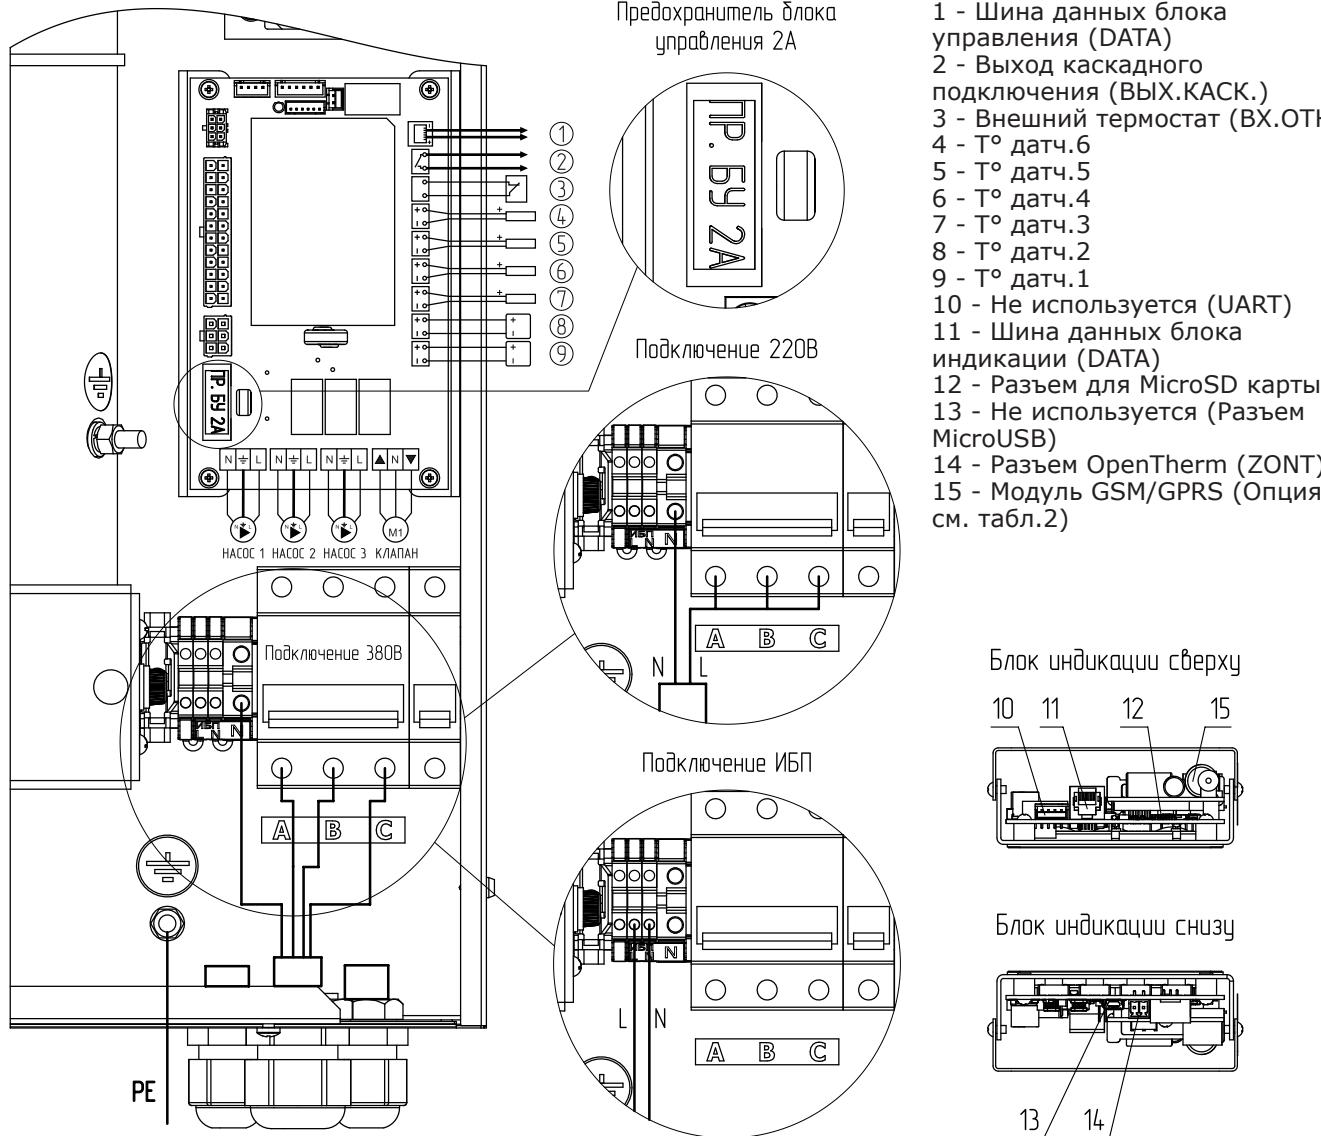
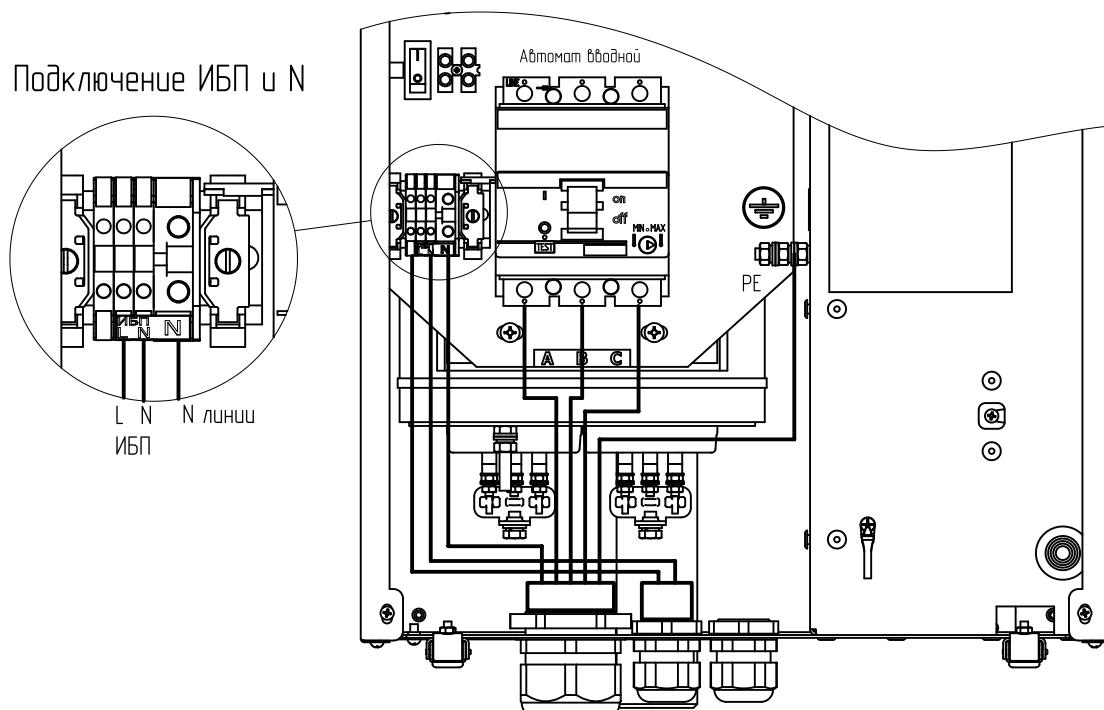

Рис.2. Схема подключения котлов ZOTA Solid 4,5-36
Рис.2.1. Схема подключения котлов ZOTA Solid 45-60
Для подключения циркуляционного насоса, датчиков температуры воздуха и воды, двигателя трехходового клапана, внешнего термостата на блоке управления (поз.9) имеются колодки разъемного типа. На основании установлен силовой автомат (поз.13) с дистанционным расцепителем (поз.14), который отключает силовые питающие фазы при возникновении аварийных ситуаций. Выключатель (поз.15) установлен на основании и служит для отключения питания от блока индикации (поз.7), блока управления (поз.9) и циркуляционных насосов. Циркуляционные насосы подключены к питающей сети через предохранитель (поз.16). Схема присоединения котлов Solid к питающей сети, датчикам температуры, циркуляционному насосу и клапану приведена на Рис.2. Схема подключения к питающей сети котлов Solid от 45 до 60 кВт и котлов Solid от 70 до 100 кВт приведена на рисунке 2.1 и рисунке 2.2 соответственно.
- Подключить котел к трехфазной сети переменного тока 380 В, 50 Гц, для этого присоединить рабочий нулевой провод на клемму нейтраль (N) котла, фазные провода на клеммы А, В, С вводного автомата. Защитный нулевой провод (PE) подключить на болт «ЗАЗЕМЛЕНИЕ» (см. Рис.2 для Solid 4,5-36 кВт, Рис.2.1 для Solid 45-60 кВт и Рис.2.2 для Solid 70-100 кВт);
- При питании котла от однофазной сети переменного тока 220 В, 50 Гц присоединить рабочий нулевой провод на клемму нейтраль (N) котла, а фазный на клеммы А, В, С вводного автомата, защитный нулевой провод (PE) должен подключаться к клемме «ЗАЗЕМЛЕНИЕ» (см. Рис.2 для Solid 4,5-36 кВт, Рис.2.1 для Solid 45-60 кВт и Рис.2.2 для Solid 70-100 кВт).
Для соединения клемм А, В, С вводного автомата в комплекте имеется специальная перемычка (только для ZOTA «Solid» от 4,5 до 9 кВт), которая устанавливается на вводных клеммах автомата (см. Рис.2 для Solid 4,5-36 кВт, Рис.2.1 для Solid 45-60 кВт и Рис.2.2 для Solid 70-100 кВт);
- Подключить датчик температуры воздуха на улице к контактам (- +) клеммной колодки (Рис.2 поз.9, Т° датч.1), проводом с сечением не менее 0,5 кв.мм и длиной до 20 м. Установить датчик температуры воздуха на улице, в защищенном от солнечных лучей и осадков месте.
- Подключение датчика т° ГВС/воздуха контура 2 (Рис.2 поз.7, Т° датч.3), датчика т° воды клапана (Рис.2 поз.5, Т° датч.5) и датчика т° воздуха клапана (Рис.2 поз.4, Т° датч.6) производить в соответствии с Рис.2.
- Присоединить провода (L, N, заземление) от насосов к соответствующим контактам на клеммной колодке котла как показано на Рис.2. Мощность, потребляемая каждым насосом не должна превышать 200 Вт.
• При необходимости присоединить провода (откр_общ_закр) от двигателя трехходового смесивающего клапана к соответствующим контактам на клеммной колодке котла как показано на Рис.2. Мощность двигателя привода не должна превышать 20 Вт при напряжении ~220 В.